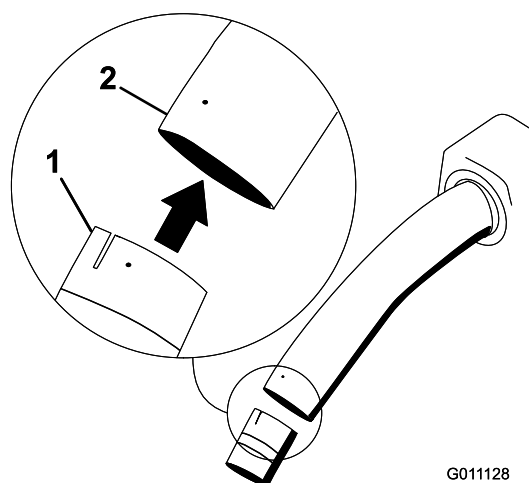

Bild 25
8. Setzen Sie das mittlere Rohr und untere Rohr in das obere Rohr ein (Bild 25).